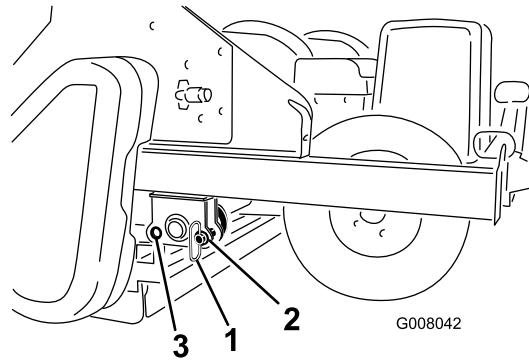

Bild 16
- Nehmen Sie die Parkstifte aus dem hinteren Loch heraus (Bild 16).
- Setzen Sie die Parkstifte in das vordere Loch ein (Bild 16).